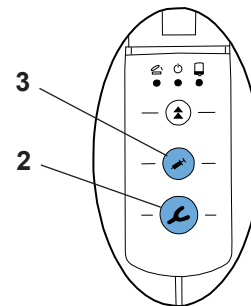

Fig. 8
- Si se pulsa la tecla de exprimido Cuchara de impresión (2, Fig. 8) o Dispensador (3, Fig. 8) sin haber seleccionado antes ningún programa, el programa activará automáticamente el programa  $\text{ST}$ . Se encenderá el diodo situado junto a la tecla  $\text{ST}$ .